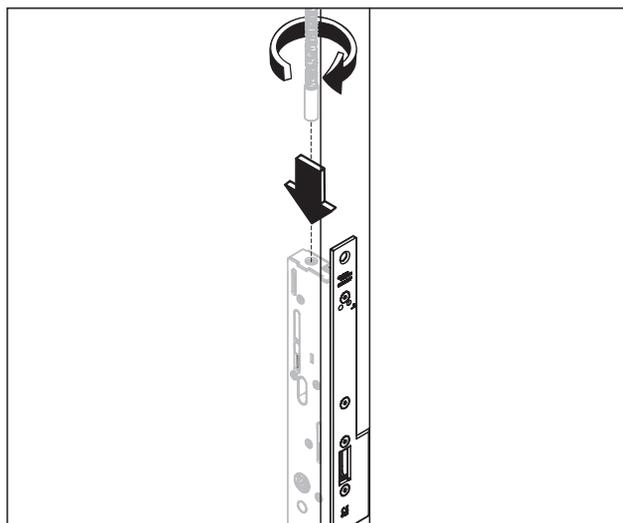

Abb. 47 Obere Treibriegelstange einschrauben
8. Die obere Treibriegelstange in den Standflügel einführen und mit der Hand vollständig in das Schloss einschrauben (Abb. 47), sodass die Treibriegelstange später noch einstellbar ist.